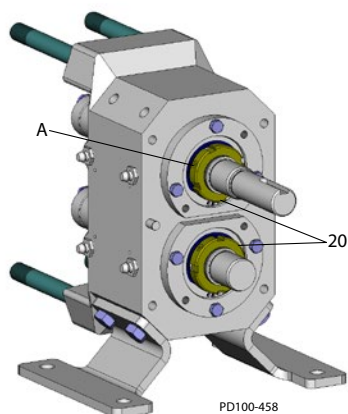

Рисунок 51 - Закрепите установочные винты
- Закрепите или ослабьте стопорную гайку подшипника (Рисунок 51, пункт 20) для достижения момента затяжки, как показано в Таблица 6.
- Затяните блокировочный установочный винт(ы) (Рисунок 51, пункт А) в стопорных гайках подшипника (позиция 20).